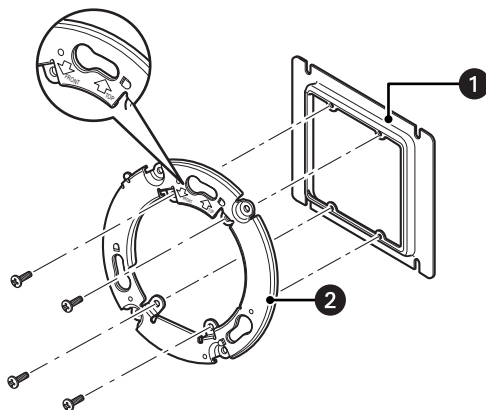

Рис. 6. Установка крепления камеры на сдвоенную клеммную коробку
1. Установите крепление камеры (входит в комплект) на клеммную коробку, установленную на стене или потолке, с помощью четырех винтов с крестовым шлицем (Phillips) (входят в комплект). Рекомендуемый момент затяжки составляет 0,78 Н м (0,58 фунт-силы фут). См. рис. 6.